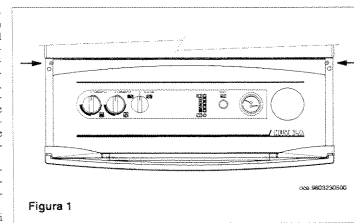

Figura 1
- svitare le due viti di fissaggio del pannello comandi alla caldaia (figura 1);
- destornillar los dos tornillos de fijación del panel mandos a la caldera (figura 1);